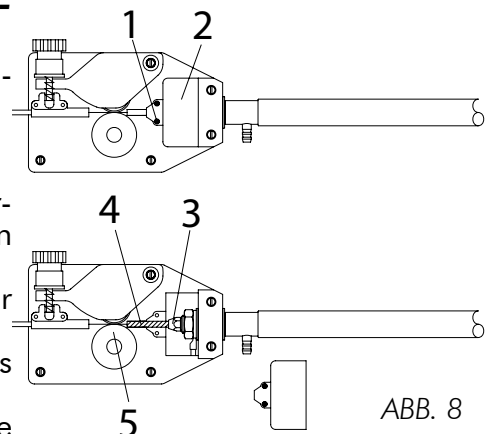

ABB. 8
- Das Blöckchen (5) anheben und die Anschluss mit einem Schraubenschlüssel abschrauben um die Stahldrahtseele (6) abzunehmen.
- Die Seele an das Blöckchen (5) widerschrauben.
- Den Brenner auf die Halteeinheit (3) der Vorschubeinheit wiederstellen.
- Die Halteeinheit (3) des Brennerrohrs durch Befestigung der Schrauben wieder aufmontieren (1-2).
- Messen, wie weit die Ummantelung hervorsteht und mit einem gut geschliffenen Werkzeug so abschneiden, dass zur Drahtzugrolle nicht mehr als 2 mm (7) Abstand bleibt. Die Ummantelung muss glatt abgeschnitten werden, damit keine Ecken oder Kanten entstehen, die das Gleiten des Drahts behindern können.
**Ersetzen der Drahtseele bei direktem Brenneranschluss am Gerät (Abb.8) :**
- Lösen Sie die beiden Schrauben (1) der Abdeckung des Brenneranschlusses (2).
- Lösen Sie die Messingmutter (3) vom Schlauchpaketen.
- Entfernen sie die Gasdüse und die Stromdüse am Brennerkörper und ziehen Sie die Drahtseele (4) aus dem Brenner raus (im gestrecktem Zustand).
- Ziehen Sie die Messingmutter (3) wieder fest und schrauben sie die Abdeckung (2) wieder auf den Brenneranschluss (Fig. 8).